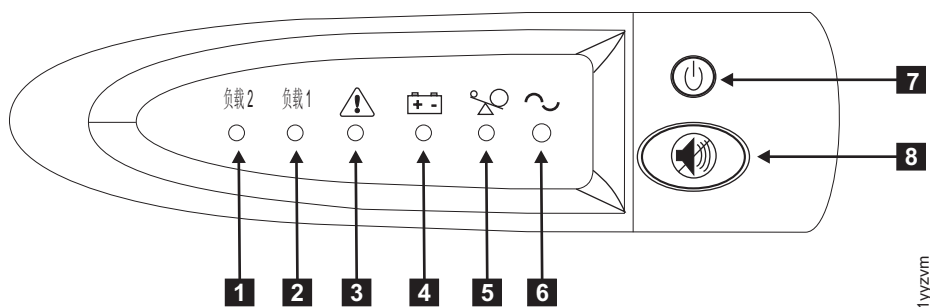

图 231. 2145 UPS-1U 前面板组合件
12. 要开启 2145 UPS-1U，请按住开关按钮（图 231 中的 **7**）。在某些 2145 UPS-1U 版本上，您需要使用一个尖头设备（如螺丝刀）来按压开关按钮。2145 UPS-1U 将执行自检（大约需要 5 秒钟），然后供电指示灯（**6**）和负载指示灯（**1** 和 **2**）将永久点亮以指示 2145 UPS-1U 正在向 SAN Volume Controller 供电。2145 UPS-1U 在正常方式下开始为其电池充电。